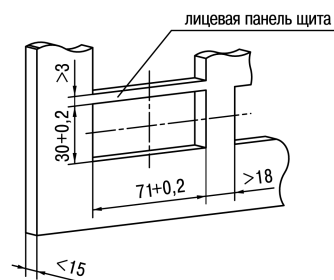

Рисунок 2 – Габаритные размеры корпуса ЩЗ
1. Подготовить на щите управления место для установки прибора (см. рисунок 2).